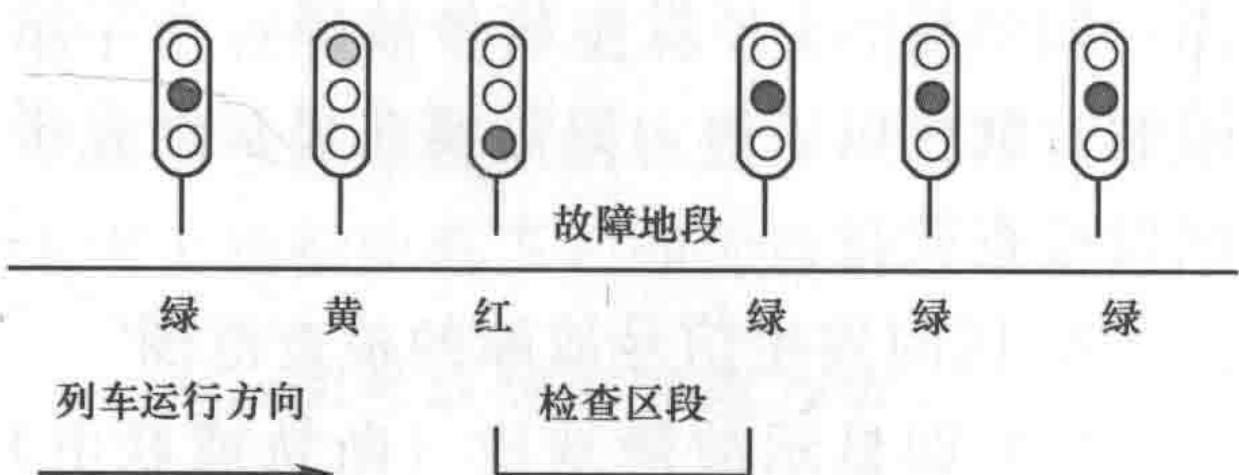

图 3
(2) 三显示故障地段（断轨或联电）影响信号正常使用示意图及检查范围，如图 3 所示。